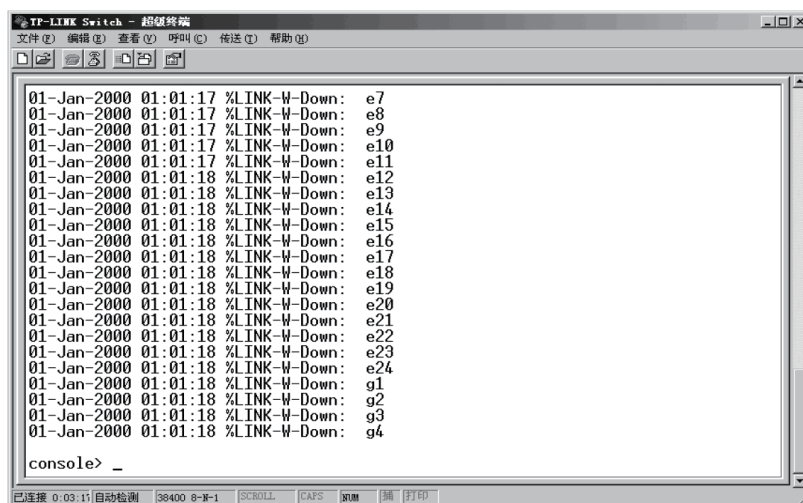

图4-6 交换机上电自检信息
2. 接通交换机电源, 超级终端上会出现交换机启动并进行上电自检的信息。约1分钟后, 交换机启动完成, 按“Enter”键, 超级终端上出现命令行接口的命令提示符“console>”, 表明交换机的命令行接口已准备好接收命令输入, 如图4-6所示;